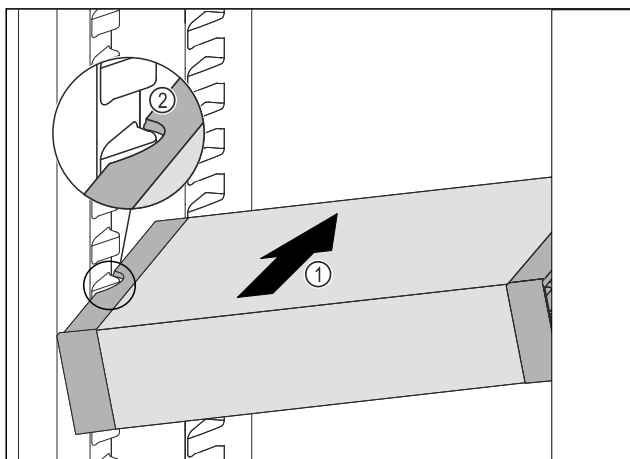

Fig. 87
- ▶ Insérer le VarioSafe en biais dans la partie réfrigérateur Fig. 87 (1) jusqu'à ce que les encoches latérales Fig. 87 (2) du VarioSafe se trouvent à la hauteur de la nervure du bac dans la partie réfrigérateur.